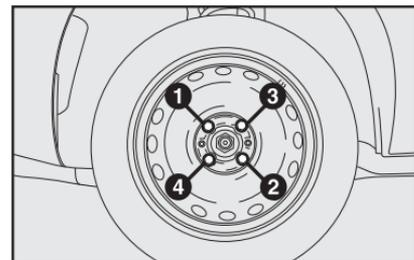

fig. 12
- Apriete a fondo los tornillos, pasando de un tornillo al otro diametralmente opuesto siguiendo el orden ilustrado en la **fig. 12**.